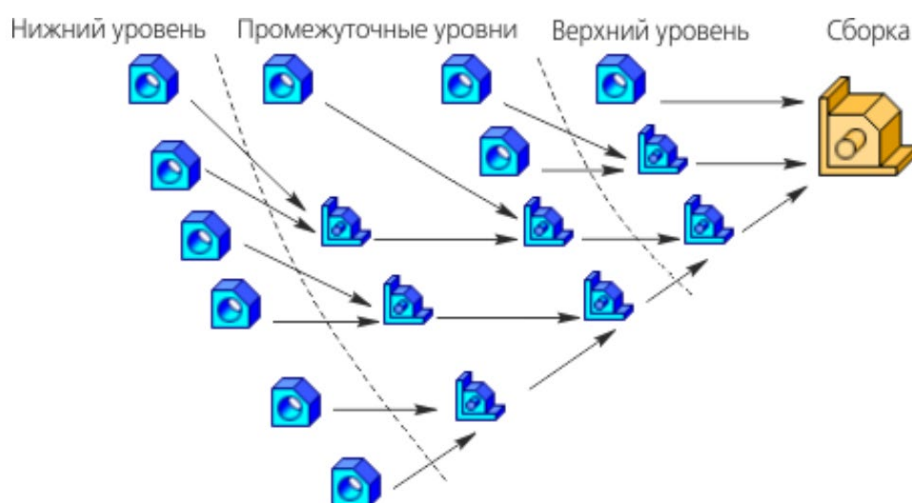

Рис. 3.2. Схема проектирования снизу вверх
- снизу вверх — в сборку вставляются уже готовые модели компонентов, разработанные независимо друг от друга (– Сверху вниз — компоненты создаются в контексте сборки, при этом построение следующих может базироваться на предыдущих (рис. 3.2.).